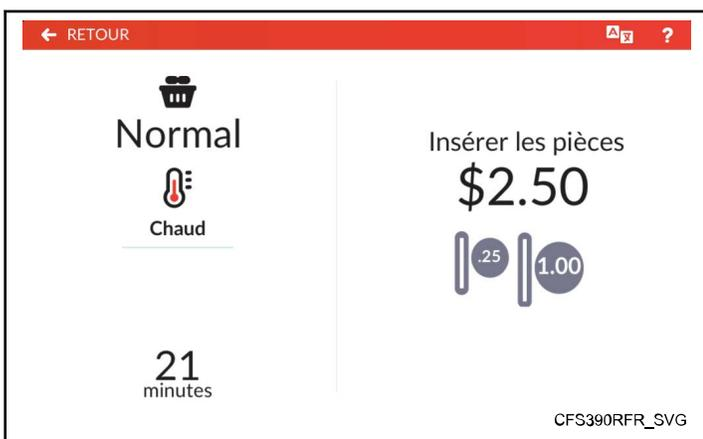

Figure 24
4. Le menu Paiement affiche le résumé de sélection de cycle et le prix de vente total (voir Figure 24). Une fois le prix de vente total saisi, l’affichage de celui-ci est remplacé par DÉMARRER.